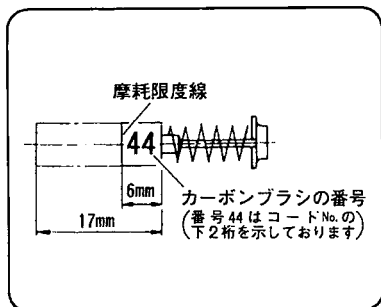

図 46
カーボンブラシの磨耗が大きくなりますと、モーター故障の原因となりますので、長さが消耗限度線（6 mm）ぐらいになりましたら新品と交換してください。（図 46）
- 注** ● 新品と交換の際は、必ず図示番号（44）の日立カーボンブラシをご使用ください。（図 46）